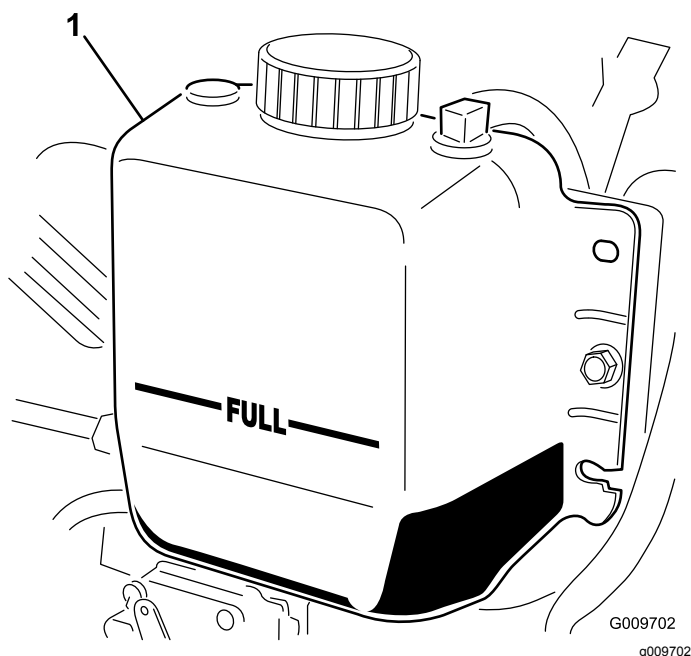

Figura 13
2. Controllate il livello del refrigerante nel radiatore. Il radiatore deve essere riempito fino alla parte superiore del collo del bocchettone, ed il serbatoio di espansione fino al segno di "FULL" (pieno) (Figura 13).